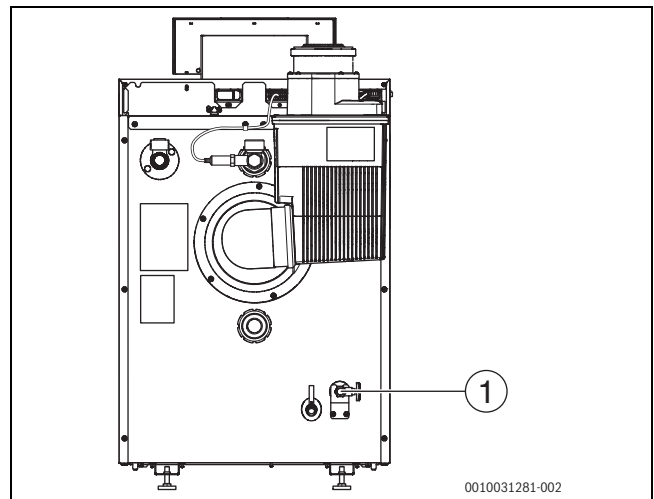

Bild 35 Rückansicht
- Ölleitung am Öl-Absperrventil (→ Bild 35 [1]) montieren.